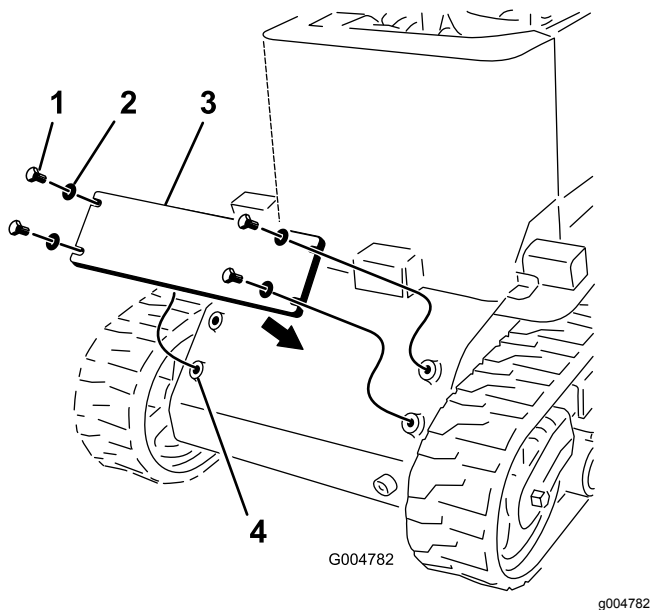

Figura 6
1. Applicate un composto frenafilati sui 4 bulloni ($\frac{1}{2}$ " x $1\frac{1}{4}$ "") e utilizzateli insieme a 4 rondelle per montare il contrappeso sulla parte anteriore della macchina (Figura 6).